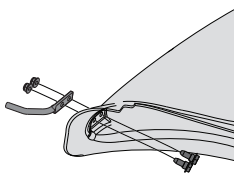

Figura 17
- Desde el interior de la bota, coloque los dos tornillos de cabeza hexagonal (738-1225) del paquete de herrajes 689-00636, a través de los orificios en la parte inferior delantera de la bota. Consulte la Figura 17.
- Coloque la varilla de montaje (747-06043), en su lugar sobre los tornillos de cabeza hexagonal. Asegúrate de que la punta de la varilla esté hacia afuera desde la bota. Consulte la Figura 17.
- Comience a enroscar las tuercas de seguridad de la brida (712-04064) en los tornillos de cabeza hexagonal. Consulte la Figura 17.